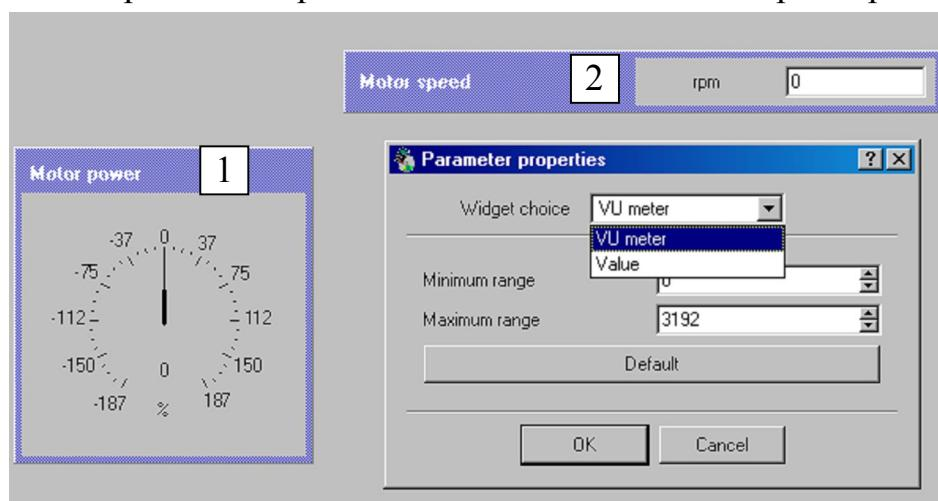

Рис. 2.14 Настройка отображения и способа задания параметров *Monitoring*.
(2) (рис. 2.14). В свойствах виртуального прибора (*Widget choice=VU meter*) возможна настройка диапазона измерения.